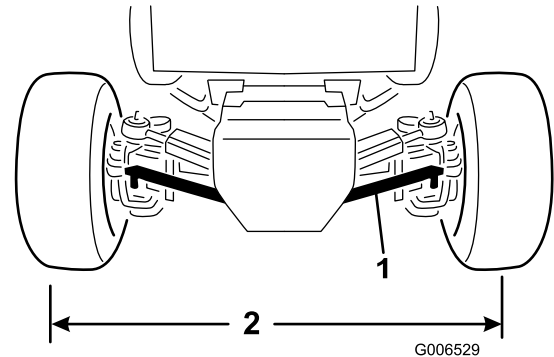

Figura 58
2. Retire las tuercas que fijan la junta esférica de una de las bielas al soporte ubicado en el eje, y desconecte la junta esférica del eje (Figura 58).
4. Ajuste la articulación esférica de la biela hasta que la distancia de centro a centro entre las ruedas traseras, por delante y por detrás, sea la misma (Figura 58).